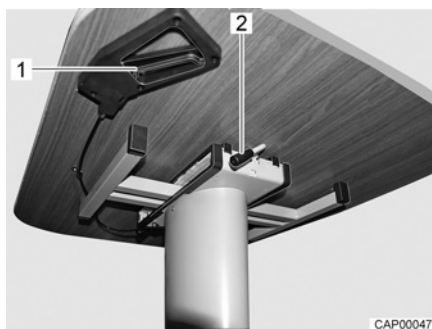

Bild 43 Hubtisch verschieben
- Hebel (Bild 43,2) nach unten schwenken, bis er senkrecht nach unten steht.
- Hebel (Bild 43,2) nach oben schwenken, bis Tischplatte fixiert ist.
- Verriegelungsgriff (Bild 43,1) ziehen.
- Verriegelungsgriff (Bild 43,1) loslassen. Die Tischplatte bleibt in der eingestellten Höhe.